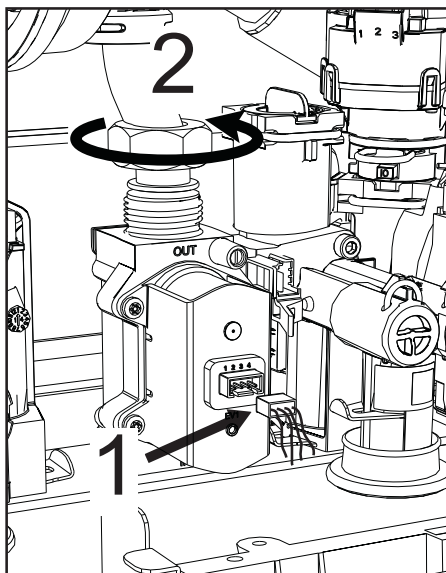

fig. 58
- Scollegare i connettori elettrici “1” (fig. 58).
- Scollegare il tubo di alimentazione gas “2” (fig. 58)